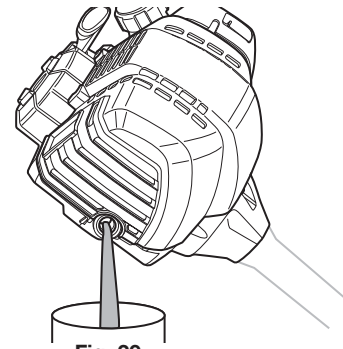

Fig. 29
3. Incline la unidad verticalmente para verter el aceite fuera del orificio de llenado de aceite y al interior del recipiente (Fig. 29). Deje bastante tiempo para que se drene completamente.